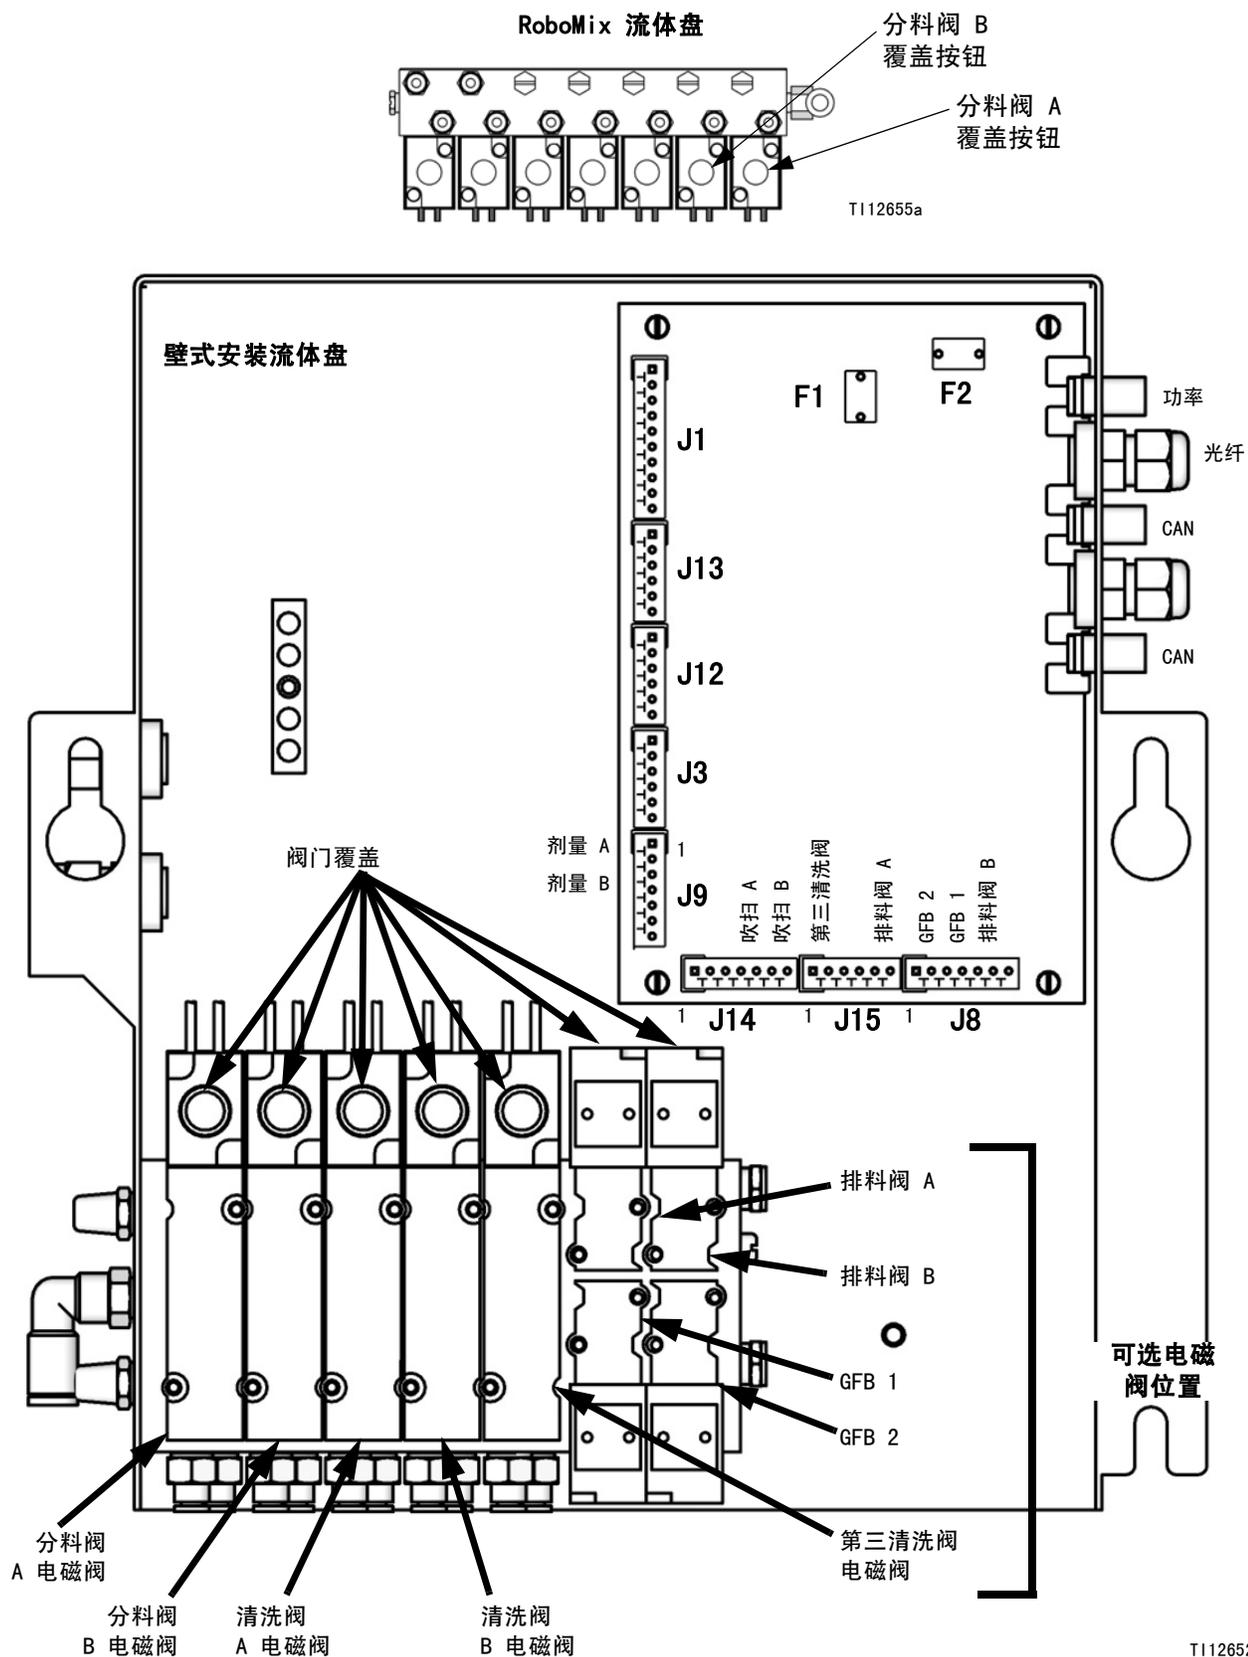

图 117. 流体电磁阀
2. 扣动喷枪扳机，按下 A 和 B 分料阀电磁阀上的手动覆盖按钮，释放压力。参见图 117。
5. 扣动喷枪扳机，按下 A 和 B 清洗阀电磁阀上的手动覆盖按钮，释放空气和溶剂压力。参见图 117。确认溶剂压力已降至 0。
3. 按下并按住排料阀 A 电磁阀覆盖按钮，图 117。
5. 按下并按住排料阀 B 电磁阀覆盖按钮，图 117。
7. 按下并按住排料阀 A 电磁阀覆盖按钮，图 117。
9. 按下并按住排料阀 B 电磁阀覆盖按钮，图 117。
4. 取下流体盘盖，以便接触到电磁阀。请在第 108 页参见图 117。